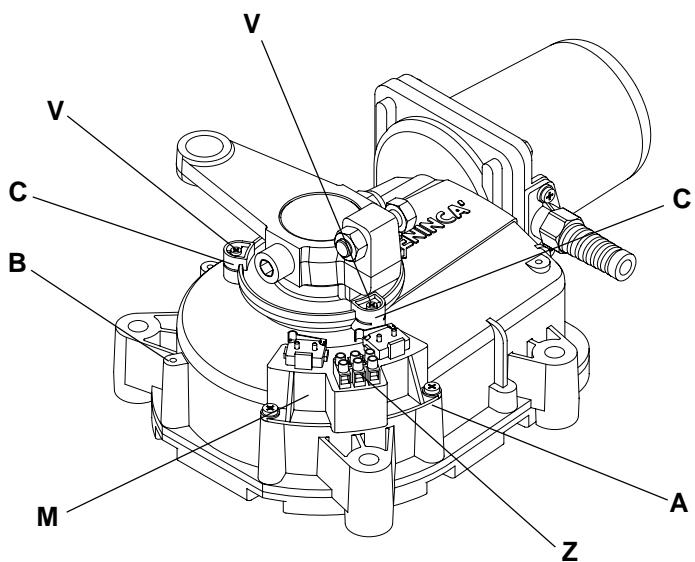

Fig.2
- 2 Montare il gruppo microinterruttori M su una delle due posizioni a disposizione A o B (vedi fig. 2) valutando dove la regolazione delle camme C risulti più agevole.
- 2 Assemble the microswitch group M in one of the positions available A or B (see Fig. 2) choosing the
2 Mikroschaltereinheit M auf einer der beiden freien Stellungen A oder B montieren (siehe Abb.2), da wo die Einstellung der Nocken C handlicher erscheint.
2 Monter le groupe des microcontacts M sur l'une des deux positions disponibles A ou B (voir fig. 2) en appréciant l'endroit où le réglage des cames est le plus aisé.
2 Montar el grupo de microinterruptores M sobre una de las dos posiciones dispuestas A o B (veáse fig. 2) valorando donde la regulación de los balancines C resulte más fácil.